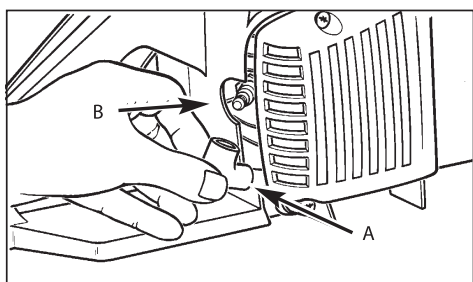

Рис. 18
2. Удалите верхнюю крышку (A), ослабляя винты крепления. (Рис. 18А)
3. Разъедините соединительный провод (B) от свечи зажигания (C), крутя и вытягивая одновременно (рис. 18Б).